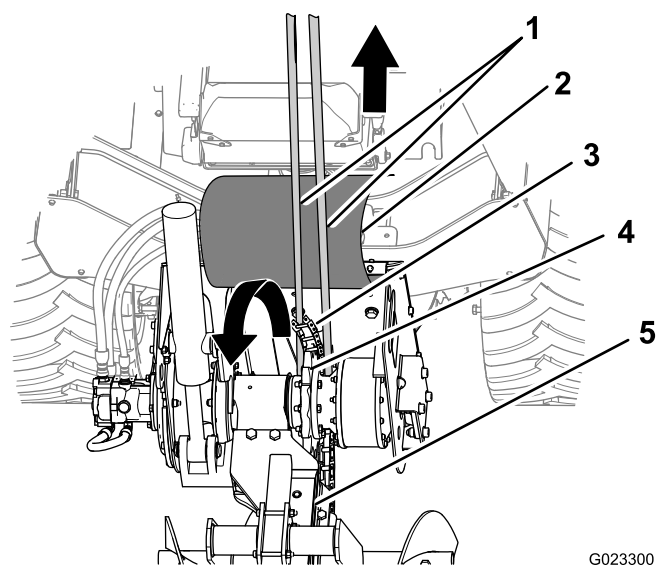

Figura 45
1. Pase los extremos de la eslinga por delante del buje del piñón, en cada lado del piñón de arrastre, y hacia arriba por delante del deflector de tierra (Figura 45).
2. Conecte los extremos de la eslinga al equipo de izado, y eleve el extremo de la cadena hasta que los pasadores de arrastre se engranen con el piñón de arrastre (Figura 45).